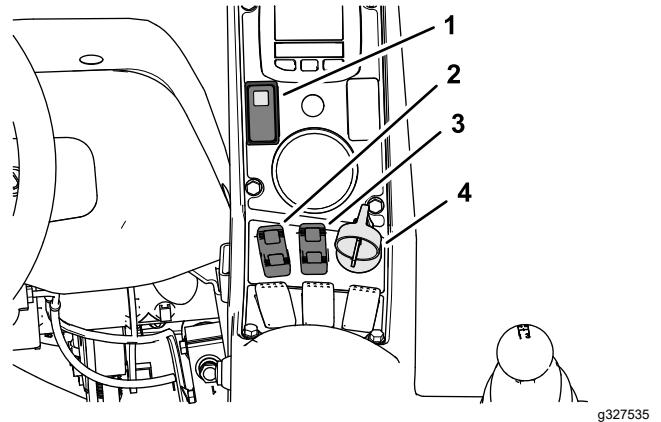
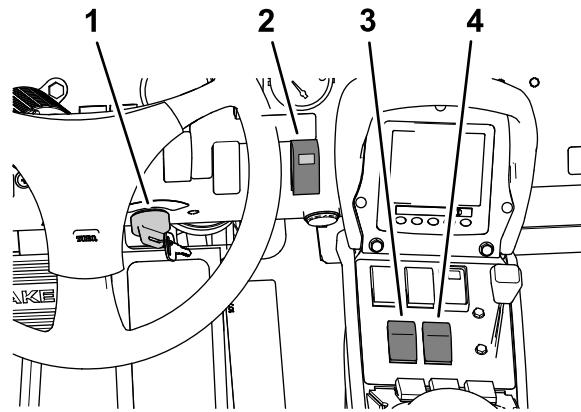
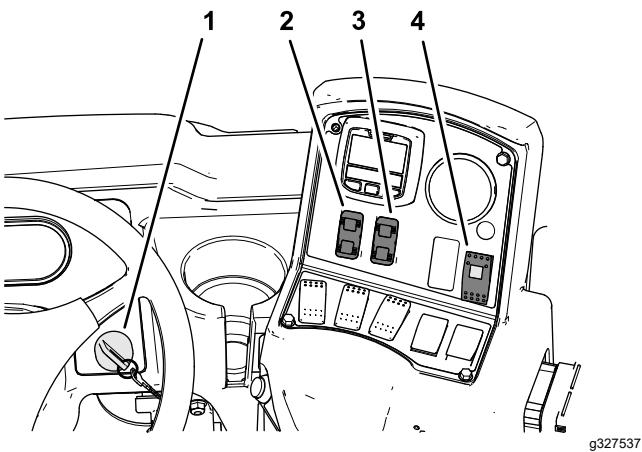

Bild 40
Bild 41
Bild 42
4. Schalten Sie den Sonic Boom-Schalter in die EIN-Stellung (Bild 40, Bild 41 oder Bild 42).